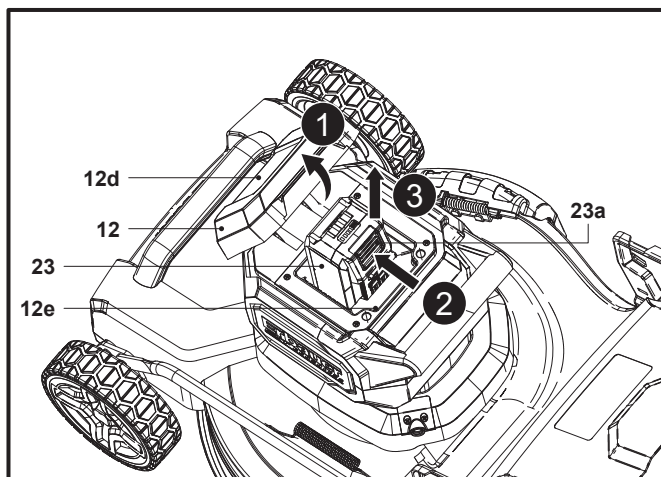

Fig. 8
1. Maintenir la languette (12d) et ouvrir le couvercle du compartiment de la batterie (12) (Fig. 8, étape 1).
2. Appuyer sur le bouton de déverrouillage (23a) pour déverrouiller le loquet de la batterie (23) (Fig. 8, étape 2).
3. Faire glisser la batterie (23) hors de son compartiment (12e) (Fig. 8, étape 3).
4. Fermer le couvercle du compartiment de la batterie (12).